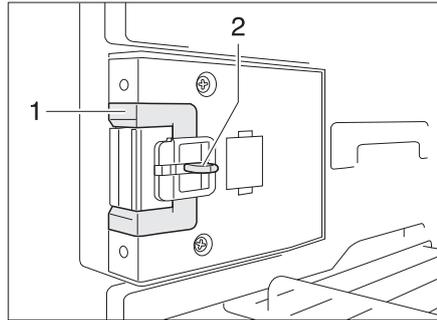
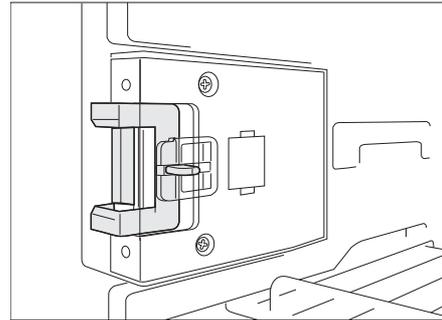

Bild 140 Verschlusseinrichtung in Normalstellung
Bild 141 Verschlusseinrichtung in Lüftungsstellung
- Die Entriegelung (Bild 140,2) eindrücken.
- Die Verschlusseinrichtung (Bild 140,1) nach vorn schieben (Bild 141).